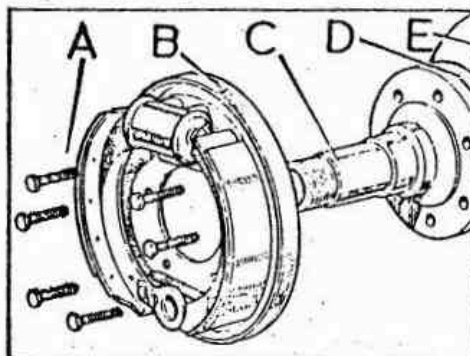
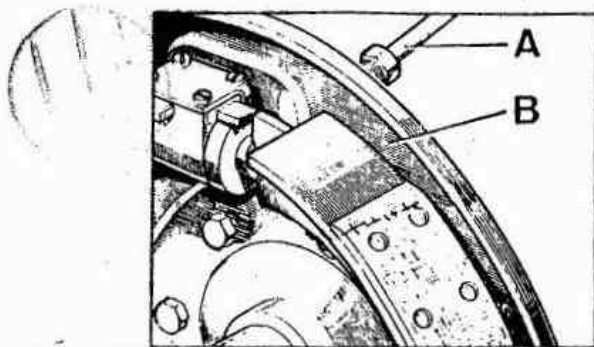

Fig. E -13 Placa de anclaje y mangueta del cojinete
Fig. E -14 Montaje de la placa de anclaje
- 2.2. Desmontar la placa de anclaje, B, (Fig. E -13) y retirar la mangueta, C, del cojinete.
- 3.1. Cubrir ambos lados de la junta, D (Fig. E -13) con grasa, y colocarla en su sitio sobre la cara posterior de la mangueta, C.
- 3.2. Situar la mangueta, C (Fig. E -13) en el eje, con la muesca para la chaveta en la parte superior, y montar la placa de anclaje, B, con la conexión para la tubería en la parte superior ( Fig. E -14).
- 3.3. Conectar la tubería del freno a la parte posterior de la placa de anclaje (Fig. E -14).